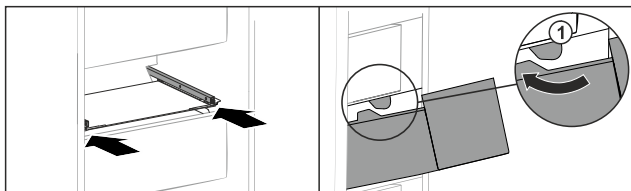

Fig. 168
- Guider le tiroir en contournant les butées Fig. 168 (1).